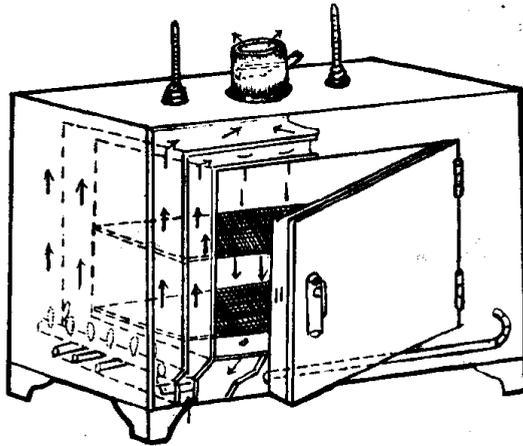

图 1-8 干热灭菌器
(1) 干热灭菌器 常用的是一种具双层壁, 中间放有石棉, 能加热到 200℃ 的电热恒温干燥箱。接种用的玻璃器皿和金属用具等适于干热灭菌, 一般加热到 160℃, 保持 1~2 小时, 可以达到灭菌要求。干热灭菌箱外观如图 1-8 所示。